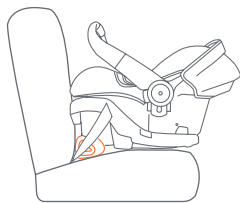

Fig. 53-1
- Si la característica del sistema de ajuste de ángulo de la sillita no se ajusta lo suficiente como para proporcionar el ángulo apropiado de reclinación, coloque una toalla enrollada o un tubo flotador debajo de la base en el extremo inferior para lograr la posición correcta (Fig. 53-1).